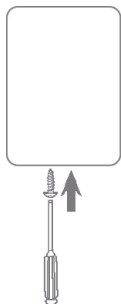

Figura 4
5. Fixe a tampa com parafusos (veja a Figura 4).